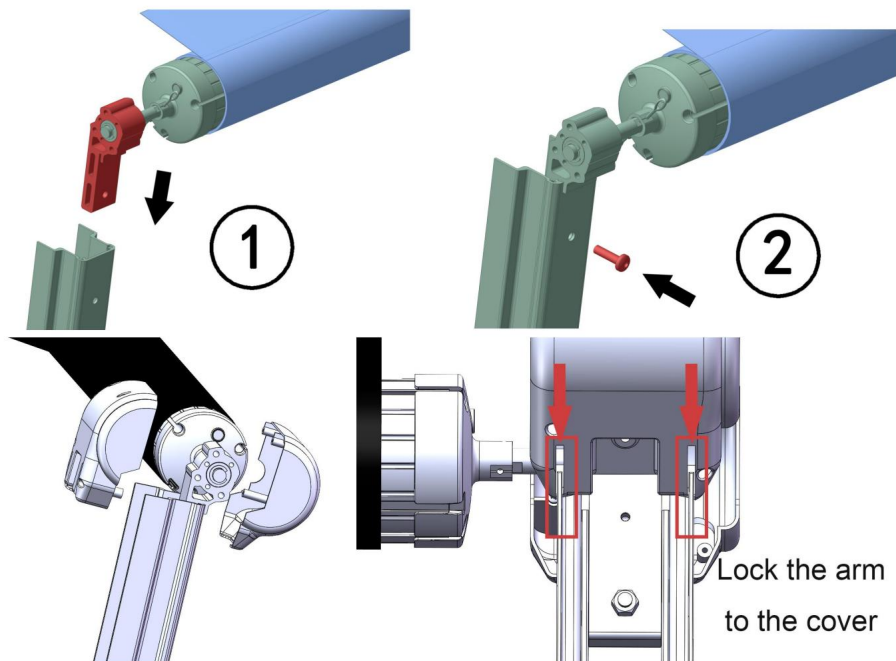

Figure D17
3.7.2 Retirez le couvercle décoratif sur le dessus du bras pliant côté non moteur, insérez la volute latérale non moteur et le support dans le haut du bras pliant, fixez-le avec des vis (toutes les vis sur les couvercles) et installez le couvercle décoratif. (Figure D17)